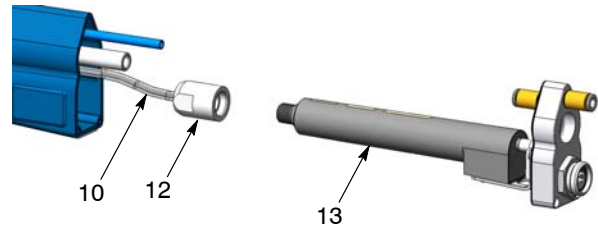

Figura 38 Extraer el multiplicador del alojamiento
7. Ver figura 38. Extraer el dissipador de calor (16), con el multiplicador (13) conectado, del alojamiento, hasta que pueda coger la tuerca con la mano (12).